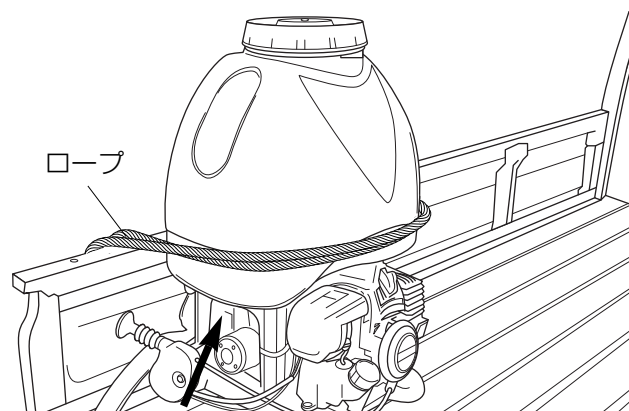

図1
- 本機を持ち上げるときは、薬剤タンクの下は持たないでください。図1の矢印部の薬剤タンクとステーの間で手をはさむ恐れがあります。
自動車などで運搬するときは、図1のようにロープで固定してください。